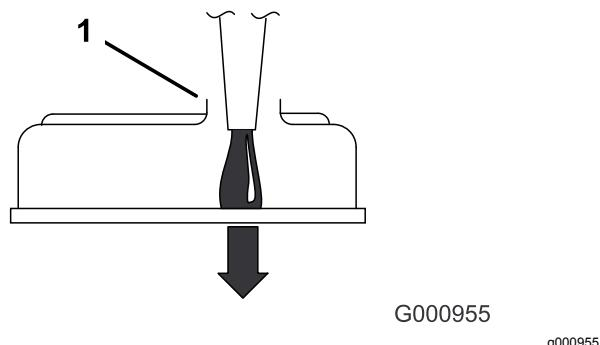

Figura 70
**Importante:** Adicione o óleo muito lentamente e não bloqueeie a abertura do orifício de enchimento (Figura 70). Se adicionar o óleo demasiado depressa ou bloquear a abertura, o óleo pode recuar e sujar as entradas de ar, causando danos no motor.